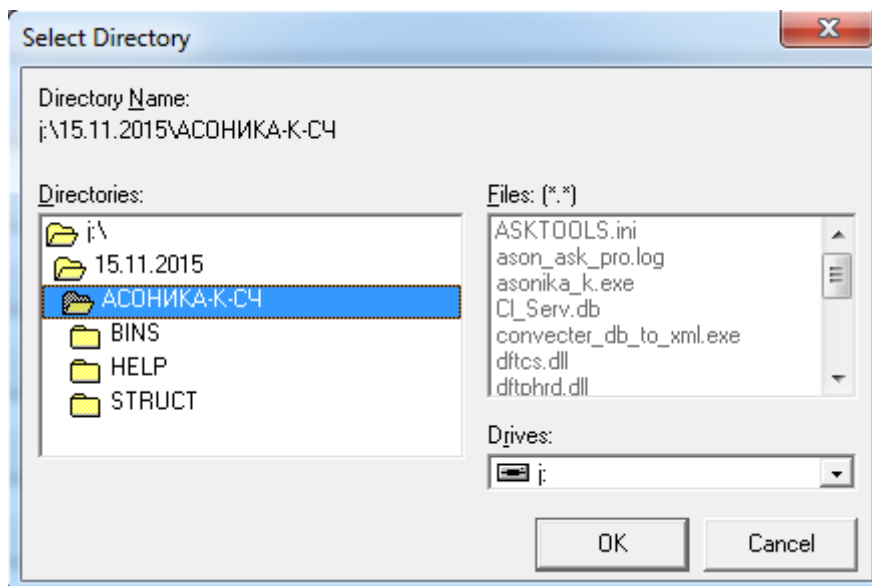

Рис. 3.42 Выбор папки проекта
- В появившемся окне (см. рис. 3.42) выберите папку, в которой находится проект, из которого Вы собираетесь копировать информацию.